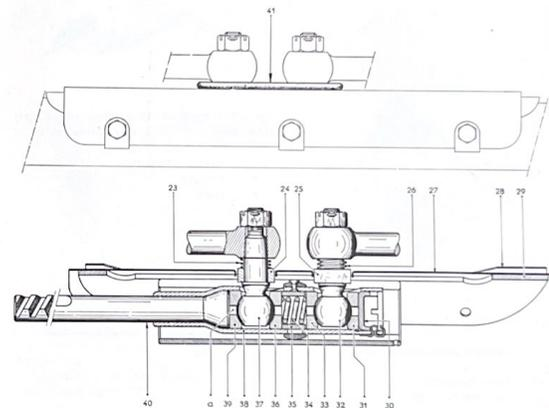

Fig. 5.4.—Sección parcial de la caja de la dirección, lado rótulas de la cremallera.
Retirar los muelles (23 y 26) de apoyo de los dados (24 y 25) (fig. 5.4). En modelos posteriores los muelles están sustituidos por una placa de goma (41) (fig. 5.4). Esta placa hay que reemplazarla después de cada desmontaje, ya que queda deteriorada por el extractor de las barras de la dirección.
c) Retirar la guía (28) (fig. 5.4) del protector móvil (27). Retirar el mismo así como los dados (24 y 25) de guiado de las rótulas.
g) Retirar el pasador y desatornillar la tuerca (30) (fig. 5.4).
#### 5.1.2.3. Rearmado de la dirección (fig. 5.4 y 5.5).